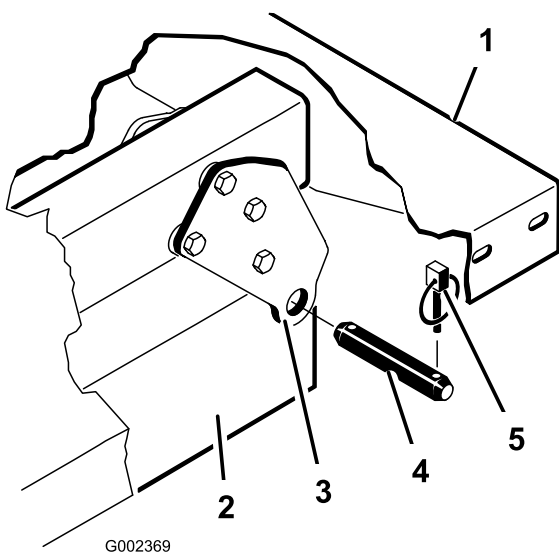

Figura 4
- Retire os pinos de sujeição e os pinos de forquilha que prendem os apoios da articulação nos canais da estrutura (Figura 4)